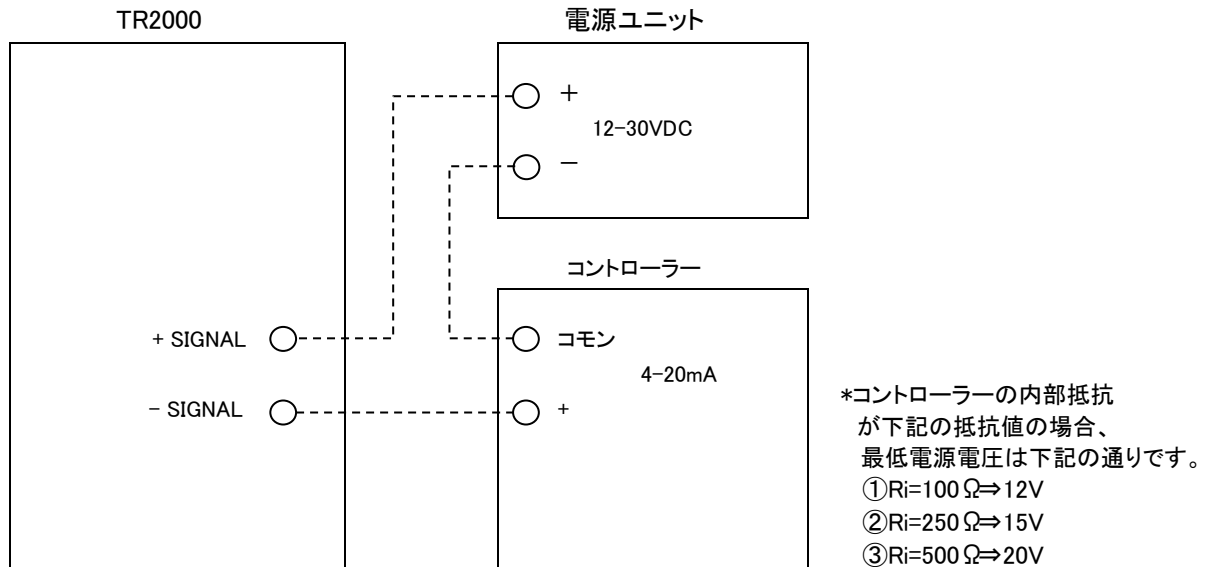

図 8 TR2000 結線図
- ② 配線通し穴にケーブルを通し、所定の端子台に接続し、外れないことを確認します。(結線図: 図 8 参照)
ケーブルを所定の端子台に接続し、外れないことを確認します。(結線図: 図 8 参照)
1. 電源とコントローラーに結線図の通り接続します。(図 8)